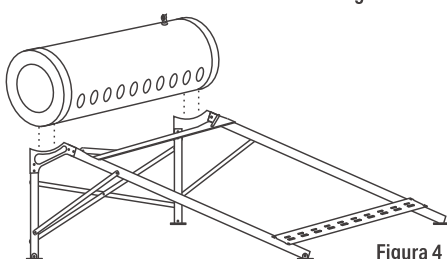

Figura 4
4) El tanque tiene cuatro tornillos que coinciden con los agujeros de la base. Quite las tuercas de estos tornillos antes de colocar el tanque. Coloque el tanque preferentemente entre dos personas y siéntelo en la estructura sin atornillarlo Figura 4.